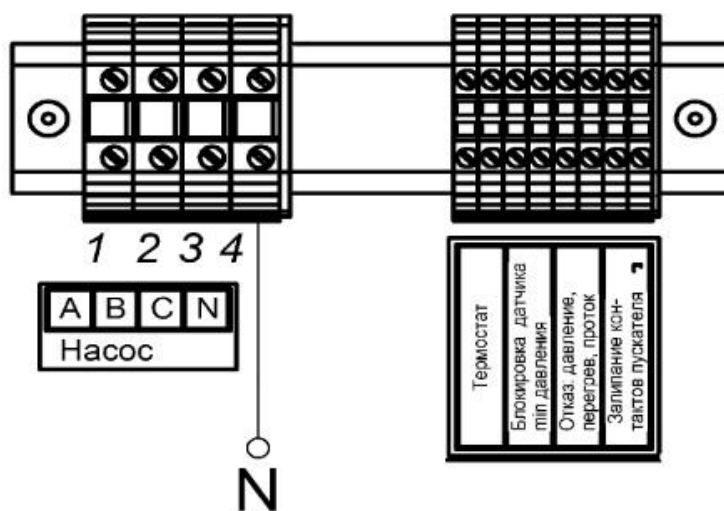

Рисунок 4. Группа клеммных колодок
5.14 Группа клеммных колодок (рис. 4) предназначена для подключения:
7.3.3.3 Подсоединить нулевой провод к разъёму “4” группы клеммных колодок сечением 4мм2 (см. рис.4). Подсоединить нулевой провод к внешней нейтрали.
7.3.3.4 Выполнить трёхфазное подключение вспомогательного насоса к разъёмам “1”, “2”, “3” (см. рис.4).
7.3.3.5 При необходимости подключить внешний термостат и внешние реле к разъёмам клеммных колодок в соответствие с текстовыми аппликациями (см. рис.4).